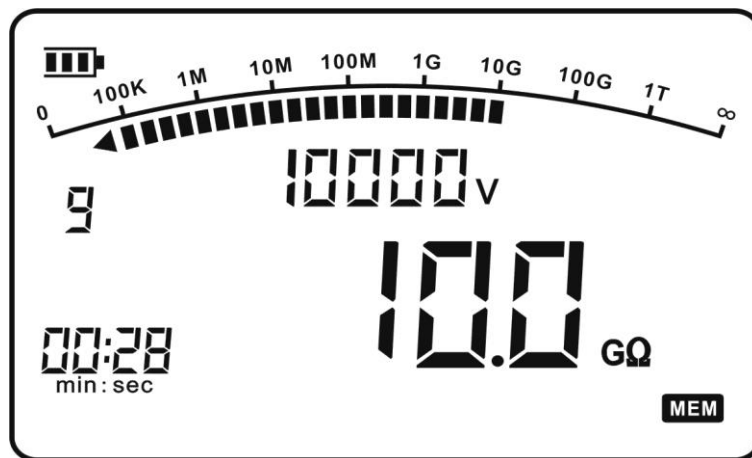

图5：查询状态显示
- 3、按动翻页键（5）选择编号，可查询该编号测试结果（当时测试所用的电压值，测试时间以及停止测试时的阻值），见图5。